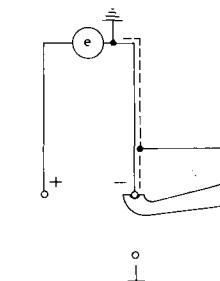

Fig. 4b.
2. Lorsque la source de tension présente le même niveau que le blindage; la borne négative de l'enregistreur peut être connectée à la borne "GUARD" par la barrette rabattable (Fig. 4b . page 26). Connecter également le blindage du câble de mesure à la borne "GUARD".